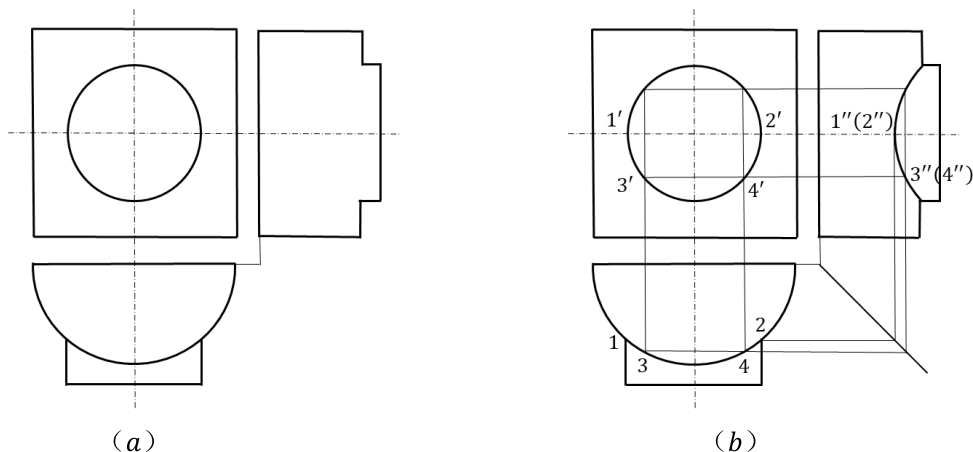

图 3-5 两圆柱相贯
两回转体在相交时的相贯线一般为**封闭的空间曲线**。如图 3-5 (a) 所示为两圆柱相交，求其左视图的相贯线。由图两圆柱的轴线互相垂直，可知**相贯线将关于轴线对称**。作图步骤为：
- 3、根据可见性光滑连线，完成相贯线的投影，如图 3-5 (b) 所示。